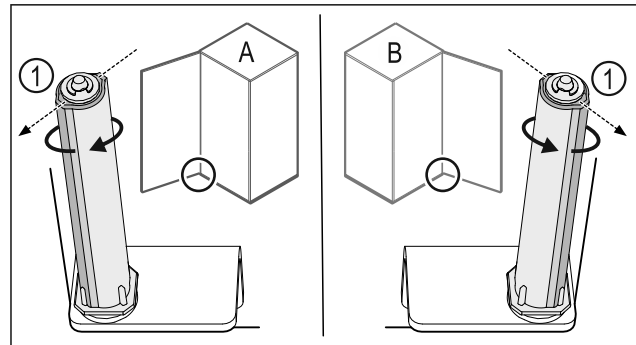

Fig. 43 Левое навешивание (A) / правое навешивание (B)
- ▶ Поворачивайте систему закрытия, преодолевая сопротивление до тех пор, пока ее ребро Fig. 43 (1) не будет направлено наружу.